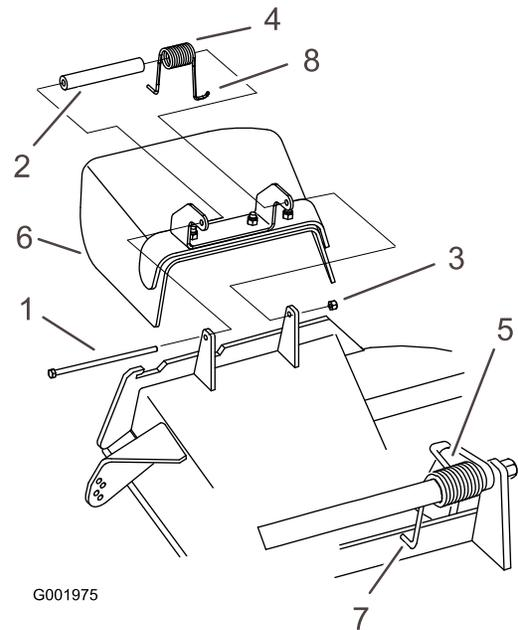

Figura 80
1. Retire la contratuerca, el perno, el muelle y el espaciador que sujetan el deflector a los soportes de pivote (Figura 80). Retire el deflector de hierba dañado o desgastado.
Nota: Asegúrese de colocar el extremo en **L** del muelle detrás del reborde de la carcasa antes de instalar el perno, según se muestra en la Figura 80.
3. Instale el perno y la tuerca. Coloque el extremo en **J** del muelle alrededor del deflector de hierba (Figura 80).